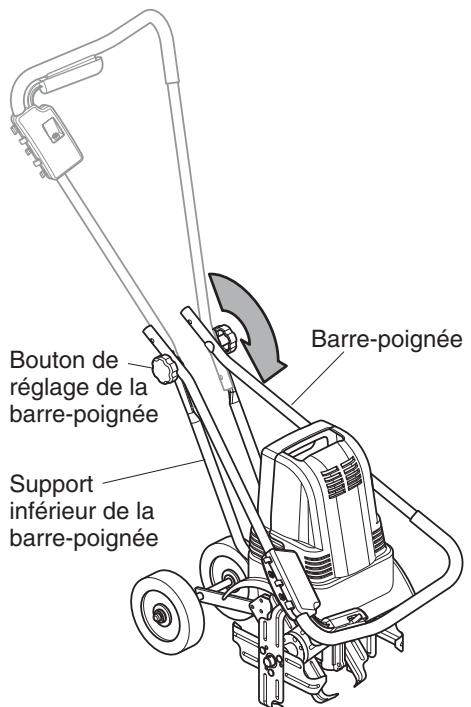

Figure 4 - Pliage de la barre-poignée vers le bas
1. Desserrer les boutons de réglage de la barre-poignée. Faire pivoter la barre-poignée en avant et vers le bas par-dessus le capot du cultivateur (voir la figure 4). Ne pas forcer sur la barre-poignée. Si le pliage est difficile, continuer à desserrer les boutons. Faire attention à ne pas pincer le cordon d'alimentation électrique entre la barre-poignée et le support inférieur de cette dernière.